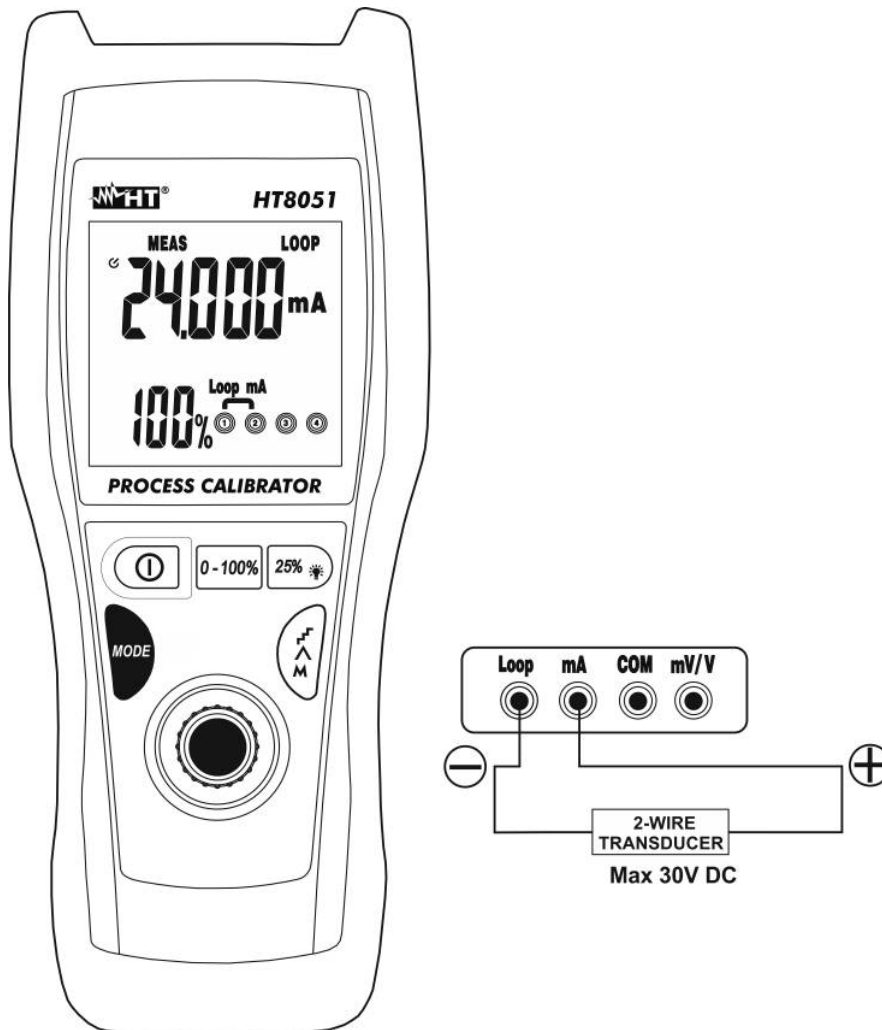

Abb. 7: Messung von Ausgangs-Gleichstrom aus externen Wandlern (Loop)
4. Verbinden Sie die rote und die schwarze Messleitung mit dem externen Wandler und achten Sie auf die Strompolarität und -richtung (siehe Abb. 7: Messung von Ausgangs-Gleichstrom aus externen Wandlern (Loop)
Spannungswerts wechseln Sie die Messleitungen in die umgekehrte Richtung in Bezug auf die Verbindung in Abb. 7: Messung von Ausgangs-Gleichstrom aus externen Wandlern (Loop)